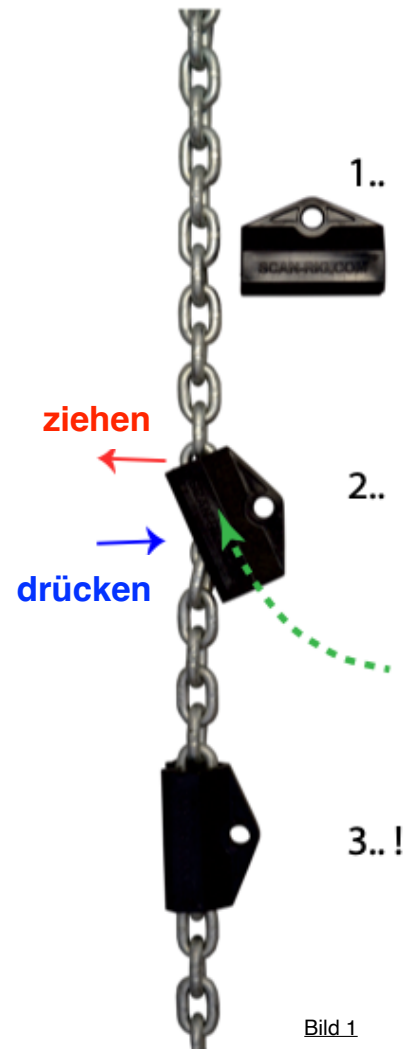

Bild 1
9. Verbinden Sie den Kabelstrang mit den Tourslidern, indem Sie die Kette mit Daumen und Zeigefinger leicht anwinkeln und den Tourslider aufschieben - siehe Bild 1